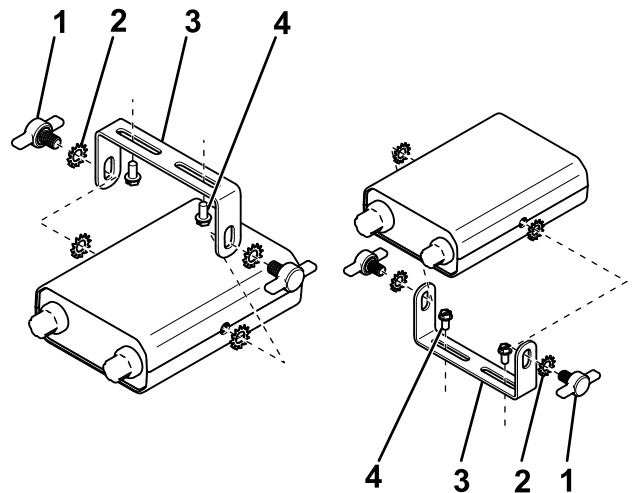

Bild 11
- Bringen Sie den Haltebügel mit zwei Blechschrauben am Fahrzeug an (Bild 11).
- Befestigen Sie das Steuergerät mit vier Zahnscheiben und zwei Rändelschrauben an der Befestigungshalterung (Bild 11).